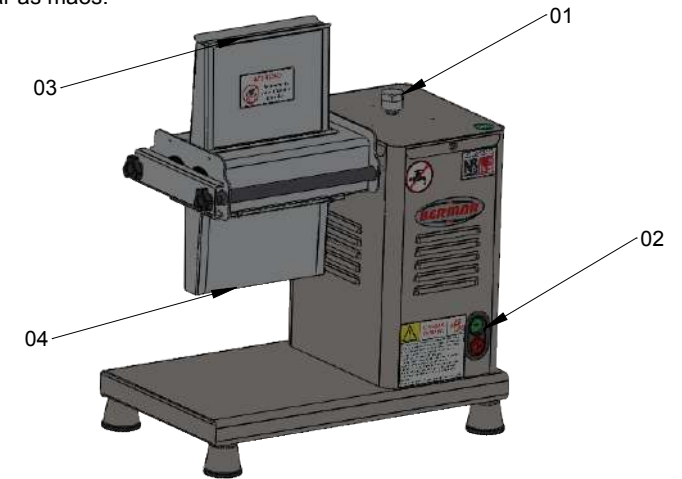

Figura 02
2.2.1 Ligue a máquina utilizando o botão liga/desliga (item 02, figura 02), solte a carne a ser processada no orifício superior (item 03, figura 02) da caixa protetora dos rolos.
2.2.2 Os rolos irão puxar a carne e liberá-la pelo orifício inferior (item 04, figura 02) da máquina, sem que o operador tenha que colocar as mãos.
2.2.3 Caso a carne fique enrolada nos rolos, gire o manípulo (item 01, figura 02) para a direita e para a esquerda até soltar a carne que ficou presa.